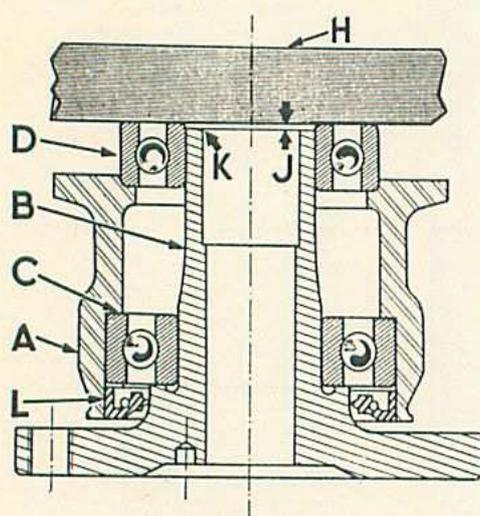

Fig. 80. — Vues en coupe d'un moyeu avant
Le moyeu (B) (fig. 80) les roulements (C) et (D) le support (A) ayant été nettoyés.
• Remettre en place le roulement (C) et la bague Perfect (L) dans le support (A) puis le moyeu (B) et le roulement (D). S'assurer que les roulements sont bien en butée sur le moyeu et sur leur support.
• Poser l'ensemble sur un marbre et placer une règle (H) sur le plat du roulement (D) (utiliser un comparateur).
• Mesurer le jeu (J) et monter en (K) entre le bout du moyeu (B) et la rondelle d'appui (F) des rondelles de réglage d'épaisseur égale à (J) + 0,1 mm.